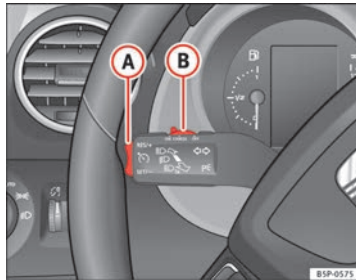

Abb. 150 Blinker- und Fernlichthebel: Schalter und Wippe für die Geschwindigkeitsregelanlage
- Drücken Sie den unteren Teil der Wippe **SET/-** → Abb. 150 (A) einmal kurz, wenn die zu speichernde Geschwindigkeit erreicht worden ist.